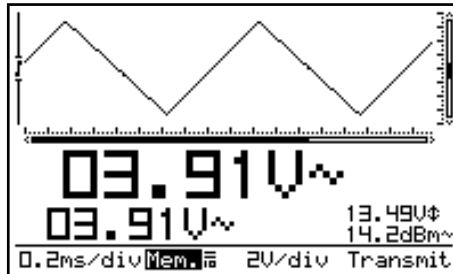

Fig 53
Se visualiza „Transmit“ (2) brevemente durante la transmisión. (Fig.53)